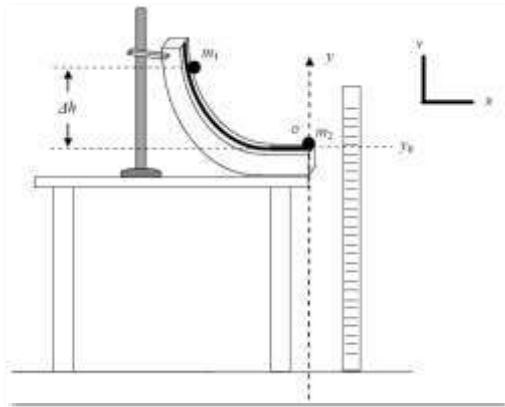

Figura 4. Montaje experimental
1. Realice el montaje experimental mostrado en la figura 4. Use la plomada para señalar el punto que se encuentra exactamente debajo de la masa  $m_2$  antes de la colisión. Mida la diferencia de alturas  $\Delta h$  sobre la mesa, que recorrerá  $m_1$  al caer por la pista curva. Anote este dato en la tabla 1, junto con las medidas de las masas de las esferas. Calcule la velocidad de la masa  $m_1$  en el punto B antes de la colisión, despejándola de la ecuación 1 y consígnela en la tabla 1. En caso de que no se pueda escoger una par de masas iguales, tome  $m_1 < m_2$ .